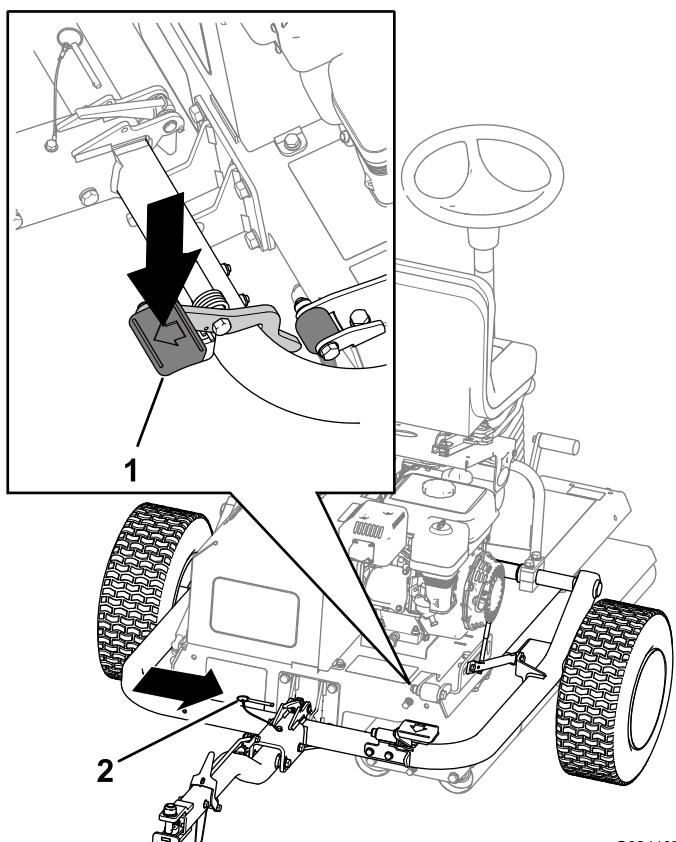

図 18
- C. ヒッチペダルを踏んで、ヒッチをロックする図 18。
- D. ロッキングピンを入れる図 18。